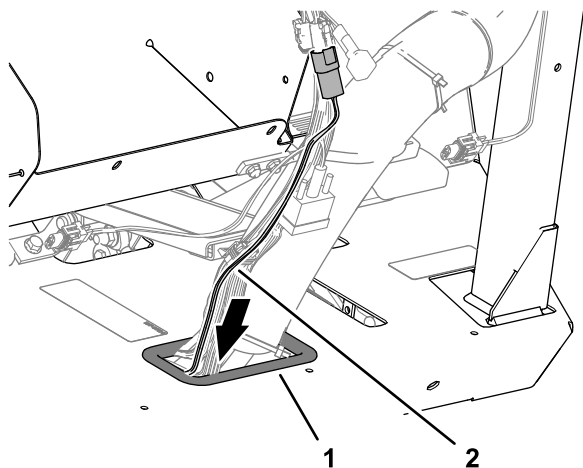

Figura 172
1. Enrute el otro extremo del arnés del Bus ISO-CAN a través del anillo de goma del suelo (Figura 172).